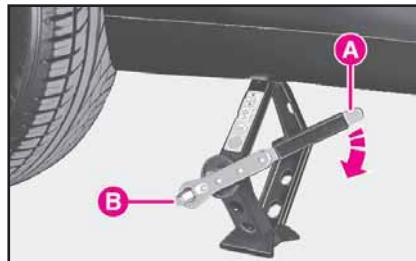

fig. 14
15) introduzca la llave de trinquete A (fig. 14) con el casquillo B en el perno del gato;